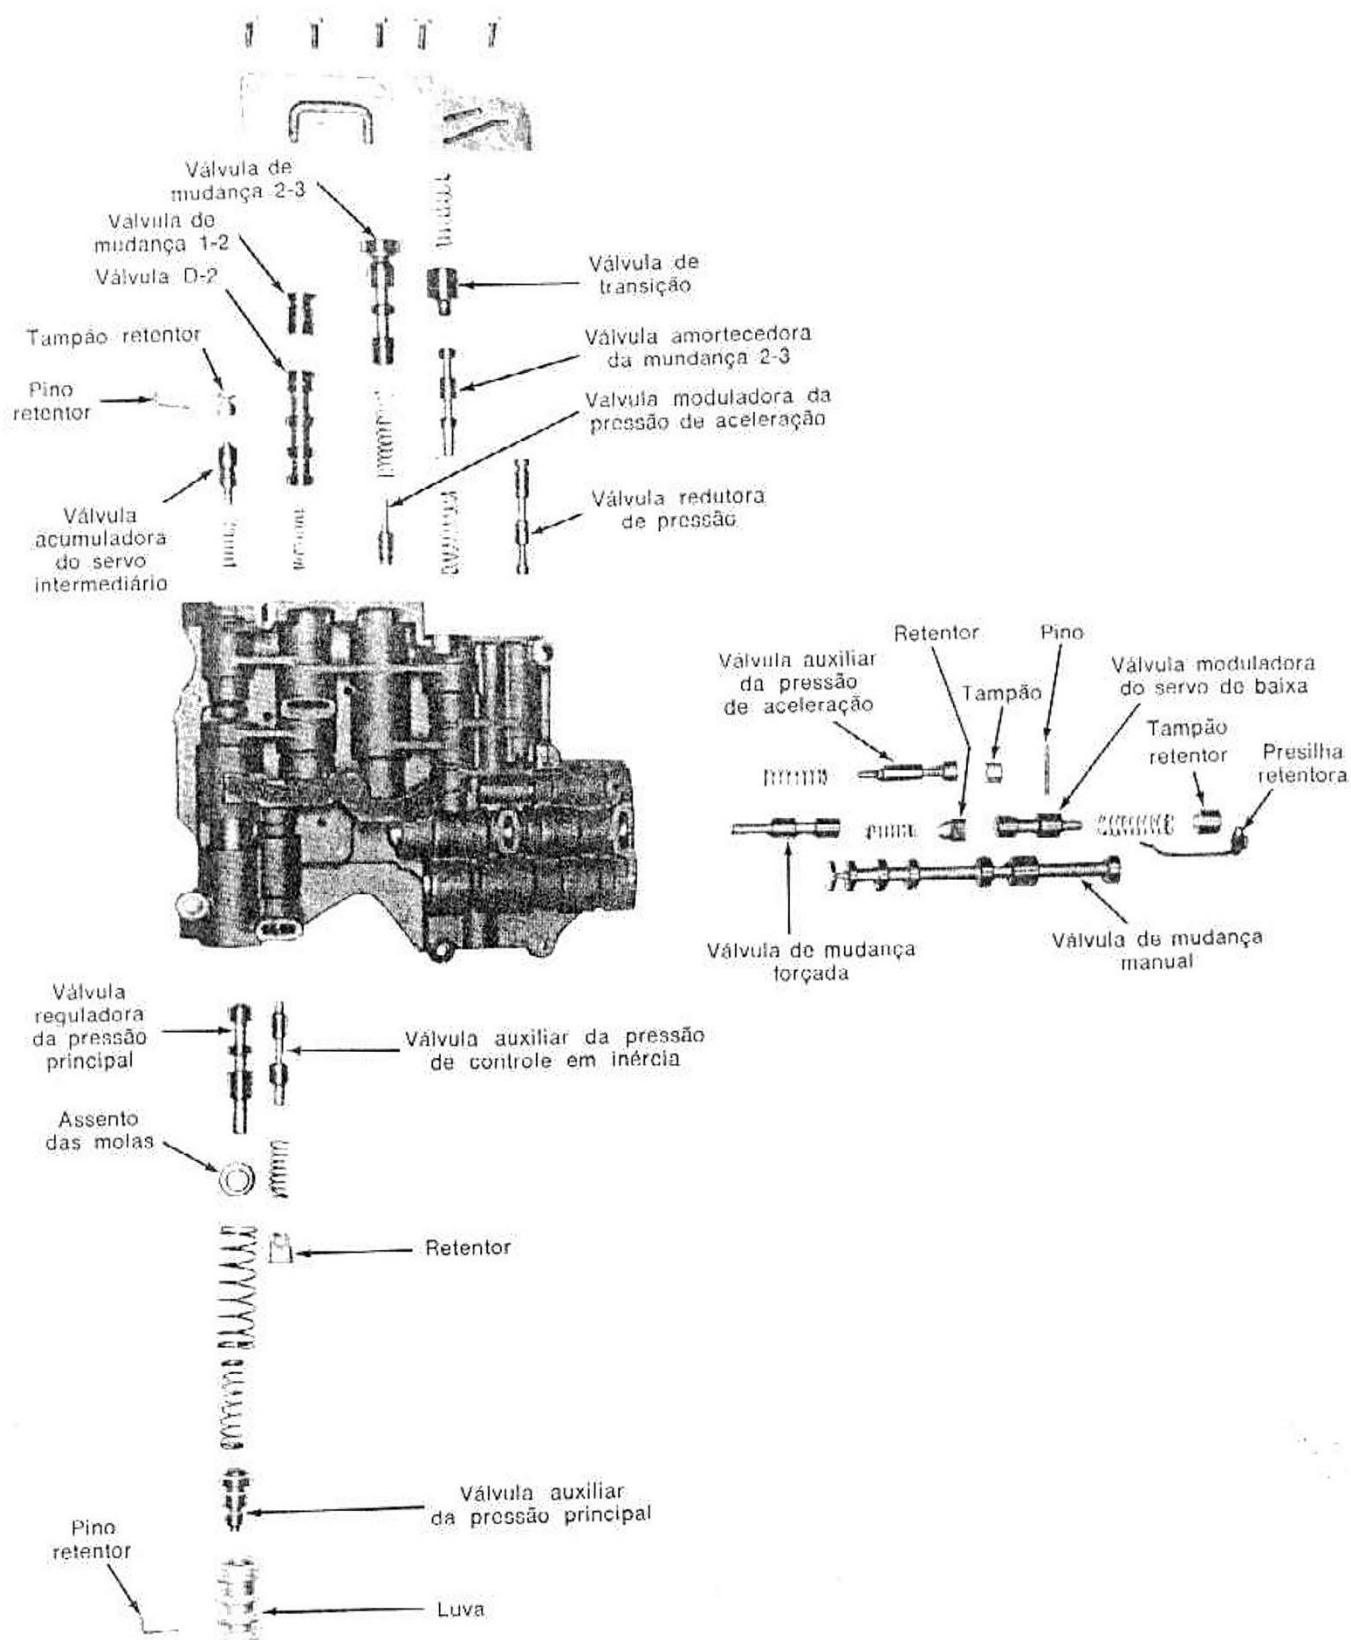

fig. 66 — parte superior do corpo de válvulas desmontado
dora do servo de baixa, remover a presilha retentora da válvula e, em seguida, retirar o tampão, mola e válvula moduladora, do corpo de válvulas. Trabalhando pelo orifício de alojamento da válvula moduladora, empurrar para fora do corpo de válvulas, o retentor da mola da válvula de mudança forçada e, em seguida, remover a mola e a válvula de mudança forçada (fig. 66).
6. Remover a placa de retenção da válvula de transição da mudança 1-2 e da válvula redutora de pressão (fig. 66).
7. Introduzir a válvula de mudança forçada (fig. 66) em seu alojamento no corpo de válvulas com o diâmetro menor voltado para o interior do corpo de válvulas. Instalar a mola da válvula de mudança forçada e seu retentor. Introduzir a válvula moduladora do servo de baixa, a mola e o tampão retentor, no corpo de válvulas. Comprimir o tampão e instalar a presilha retentora (fig. 66).
8. Colocar a mola da válvula auxiliar da pressão de aceleração, a válvula (com o diâmetro menor introduzido na mola) e o tampão no corpo de válvulas (fig. 66). Comprimir o tampão e instalar o pino de retenção. Na instalação do pino, certificar-se de que a extremidade do pino que possui três rasgos esteja voltada para cima.
15. Colocar a mola, a válvula acumuladora do servo armediário e o tampão retentor, no corpo de válvulas. Comprimir o tampão retentor e instalar o pino de retenção (fig. 66).
17. Instalar a válvula de controle da pressão principal e o assento da mola, no corpo de válvulas (fig. 66). Instalar as duas molas, a luva e a válvula auxiliar da pressão principal, no corpo de válvulas.